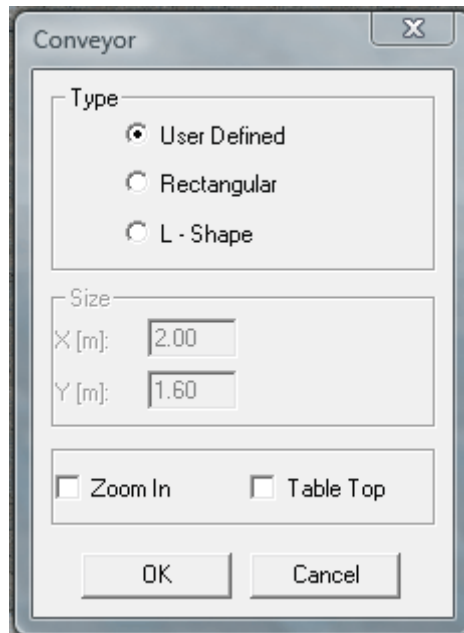

Figura 8-11: Cuadro de diálogo de cinta transportadora
2. En el menú de árbol General, seleccione la opción **Conveyor** (Cinta transportadora) y luego haga clic en **OK** (Aceptar). Aparece el cuadro de diálogo **Conveyor** (Cinta transportadora), como se muestra en la Figura 8-11: Cuadro de diálogo de cinta transportadora.
2. En el menú de árbol **General**, seleccione la opción **Conveyor** (Cinta transportadora) y luego haga clic en **OK** (Aceptar). Aparece el cuadro de diálogo Conveyor (Cinta transportadora), como se muestra en la Figura 8-11: Cuadro de diálogo de cinta transportadora.